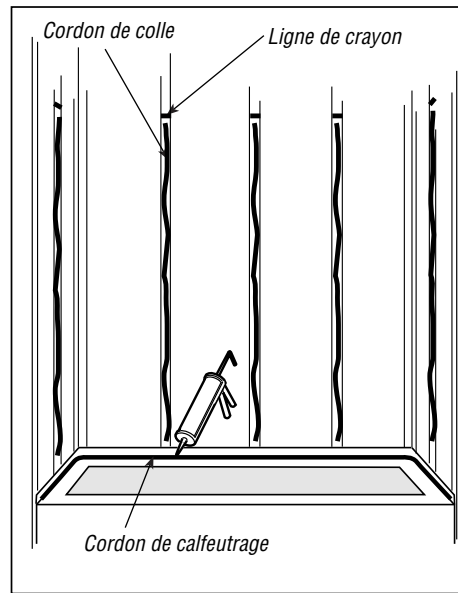

Figure 3
- 4** Lorsque vous êtes satisfait du raccord, marquez le dessus des panneaux sur chaque poteau. Retirez les panneaux. Appliquez un cordon de colle le long de chaque poteau, vers le bas, qui entrera en contact avec le panneau arrière. Assurez-vous de demeurer en dessous de la ligne que vous avez tracée. Il n'est pas nécessaire d'appliquer la colle sur les poteaux en coin. Étendez une couche de calfeutrage de latex ou d'acrylique le long de l'appui de la douche (fig. 3). Remplacez le panneau arrière et appuyez fermement sur l'alcôve, contre les poteaux.